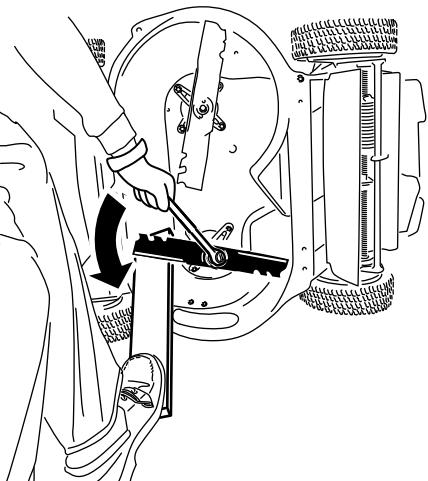

Figura 36
- Usate un blocco di legno per tenere ferma la lama e ruotatela in senso antiorario come mostrato in (Figura 36).